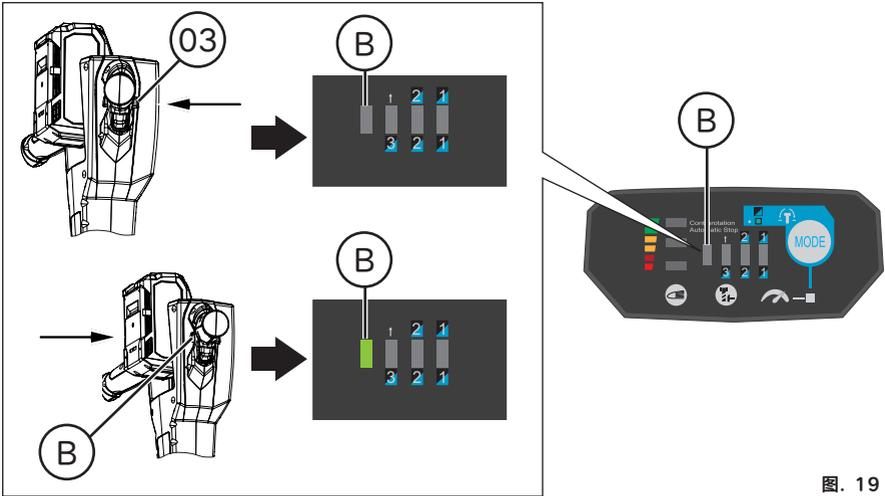

图. 19
运动指示器 (B) 显示通过运动选择钮 (03) 选定的旋转方向 (图. 19)